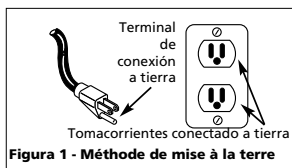

Figura 1 - Méthode de mise à terre
1. Este producto está diseñado para circuitos nominales de 120 voltios y tiene un enchufe para conexión a tierra similar al de la Figura 1. Cerciórese de conectarlo a un tomacorrientes cuya configuración sea similar a la del enchufe. Este producto se debe conectar a tierra. En caso de que ocurra un cortocircuito, esto evitaría el riesgo de choque eléctrico al ofrecerle un cable de desvío a la corriente eléctrica. Este producto tiene un cordón con un alambre y terminal de conexión a tierra. Debe conectarlo a un tomacorrientes que esté instalado adecuadamente según los códigos y ordenanzas locales.